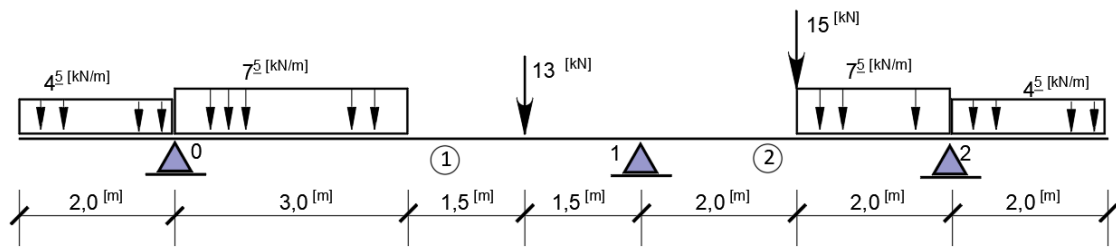

Figura 16. Viga hiperestática de dois vãos com dois balanços nas extremidade.
1.3.11 **Exercício 03:** Calcular e desenhar diagrama dos esforços seccionais de viga contínua ilustrada na Figura 16.